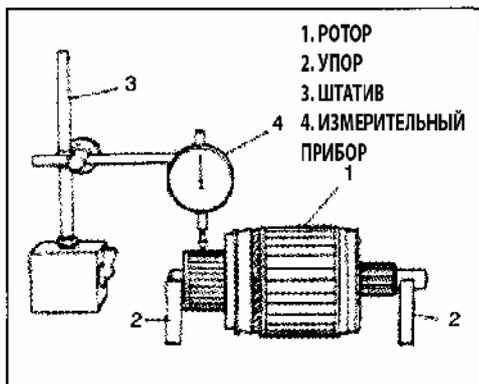

Рис. 216
- проверьте коллектор на износ при помощи упора. Если отклонения показаний измерительного прибора слишком большие, отремонтируйте или замените ротор (Рис. 216).